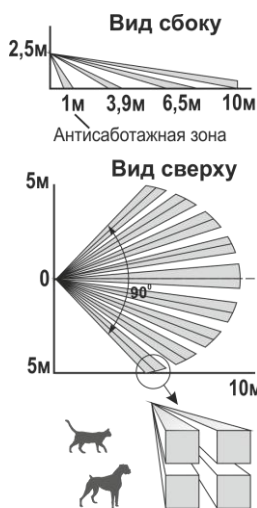

Рисунок 2
**2.1** Принцип действия основан на регистрации изменений потока теплового излучения, возникающих при пересечении человеком чувствительных зон. Каждая чувствительная зона состоит из четырех элементарных чувствительных зон (рисунок 2). Чувствительные зоны извещателя формируются линзой Френеля и четырехплощадочным пироэлектрическим приемником излучения.